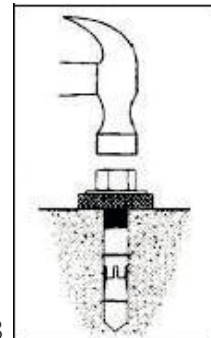

fig.18
7. Fixer les boulons d'ancrage dans les trous à l'aide d'un marteau léger (sans insérer les vis d'expansion centrales des boulons d'ancrage, qui seront fixées une fois le nivellement terminé), comme indiqué à la Fig. 18.